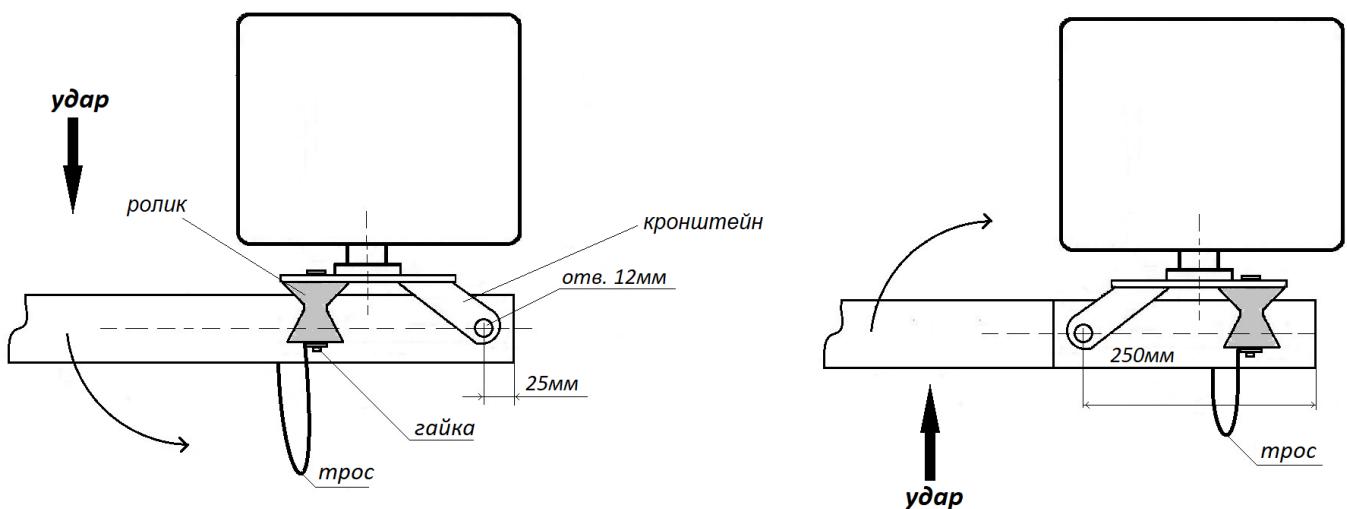

Рисунок 2
2. Перед установкой стрелы в узел необходимо просверлить отверстие $\varnothing 12\text{мм}$ под ось, на которой стрела будет поворачиваться при ударе (см. Рис.2), для чего: